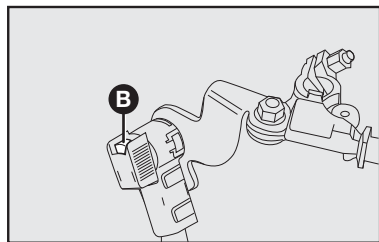

fig. 4
- Pressione o botão de travamento do engate rápido **B-fig. 4** para soltá-lo do falso polo.
O sensor **B-fig. 4** não pode nunca ser desconectado do polo, exceto no caso de substituição da bateria.